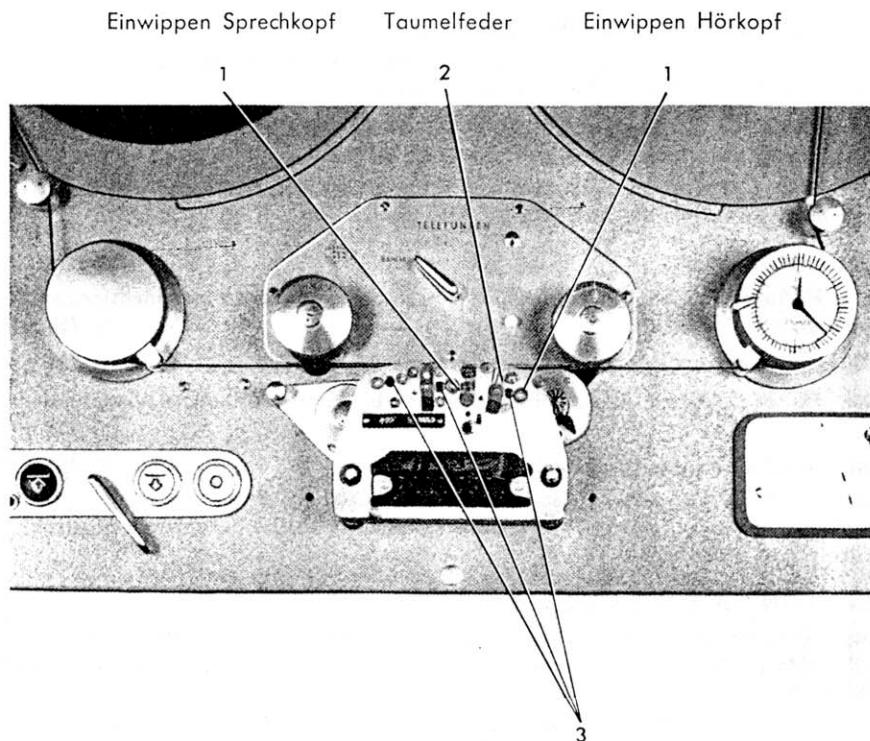

Bild 6: Einwippen der Köpfe
3.2 EINWIPPEN DER KÖPFE (siehe Bild 6)